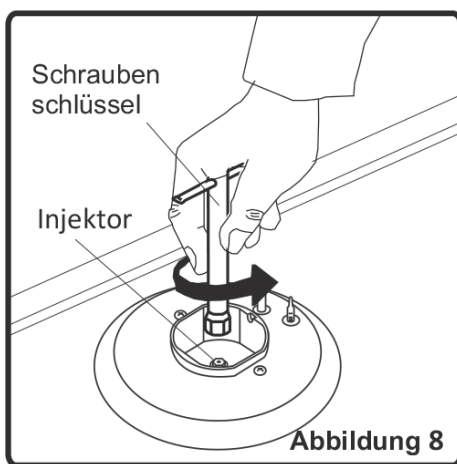

Abbildung 8
- Schrauben Sie die Düsen ab. Verwenden Sie dazu einen 7 mm-Schlüssel (Abb. 8).